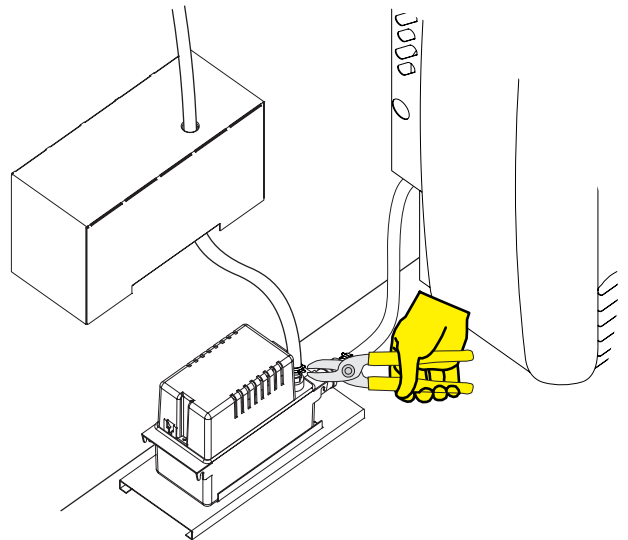

Figure 4
- Glisser le tuyau de drainage au-dessus du raccord cannelé dans le haut de la pompe. Utiliser la pince pour glisser le collier de serrage vers le bas du tuyau, au-dessus du raccord. S'assurer que le collier de serrage est toujours sur le tuyau. **Voir Figure 4.**